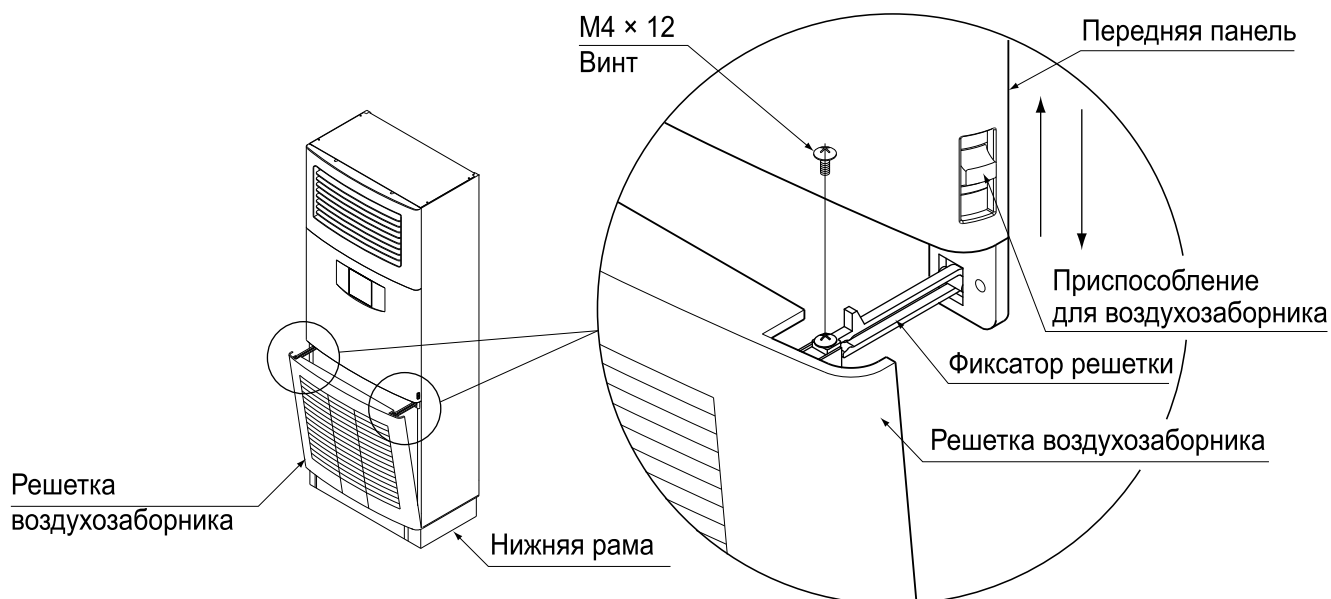

Рис. 41
2. Закрепите фиксатор решетки (лицевая панель) в углублении решетки воздухозаборника и зафиксируйте решетку в исходном положении при помощи винтов. (См. Рис. 41)
3. Проверьте, что приспособление для воздухозаборника поднято и опустите решетку воздухозаборника. После закрытия решетки воздухозаборника опустите приспособление воздухозаборника. (См. Рис. 41)